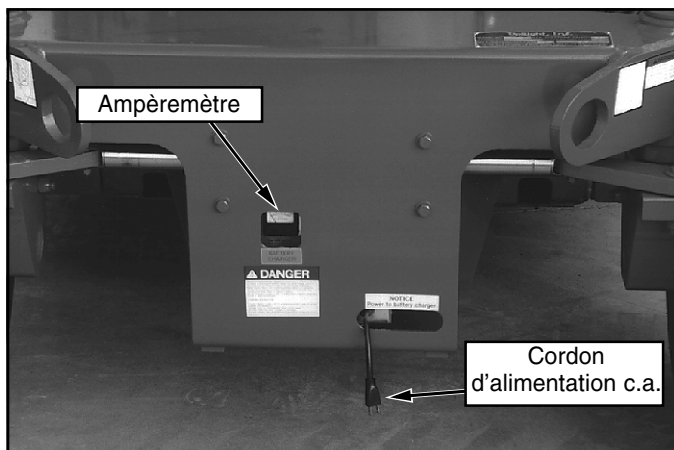

Figure 7 : Chargeur de batteries
3. Brancher le câble de rallonge (conducteur de calibre minimum 12 (1,5 mm²), d'une longueur maximum de 15 m [50 pi]) à la prise de chargeur, que l'on trouve dans l'ouverture à l'avant du châssis (figure 7). Brancher l'autre extrémité du câble de rallonge à une prise électrique d'une tension et d'une fréquence appropriées.
3. Soulever le rabat situé sur le dessus du châssis, à droite (voir figure 7).